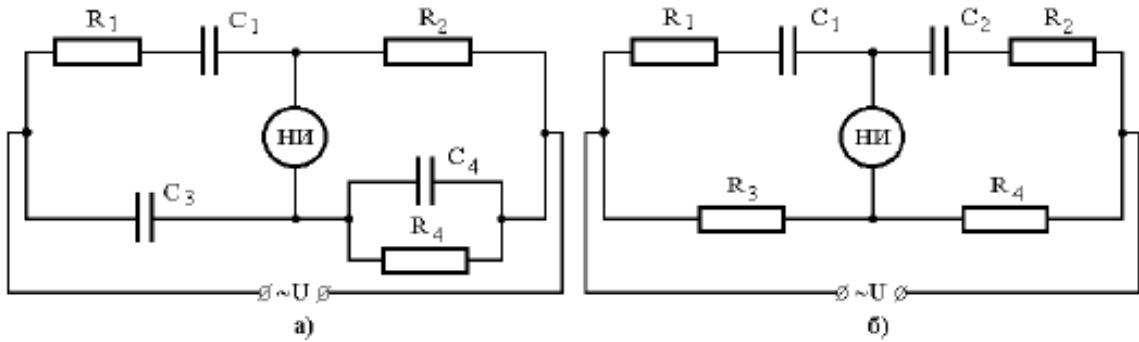

Рис.4. Мостовые схемы для измерения емкостей конденсаторов с потерями
**Задача 4.** Мостовые схемы, предназначенные для измерения емкостей  $C_1$  конденсаторов с потерями (потери учитываются сопротивлениями  $R_1$ ) уравновешены. Записать условие равновесия и определить параметры  $R_1$ ,  $C_1$  и  $\tan \delta_1$ , где  $\delta_1$  – угол диэлектрических потерь конденсаторов  $C_1$ . Расчеты выполнить при условии, что конденсаторы  $C_2$ ,  $C_3$  и  $C_4$  не имеют потерь, мостовая схема питается переменным напряжением с частотой  $f = 50$  Гц (рис.4а) и  $f=0,5\text{кГц}$  (рис.4б).